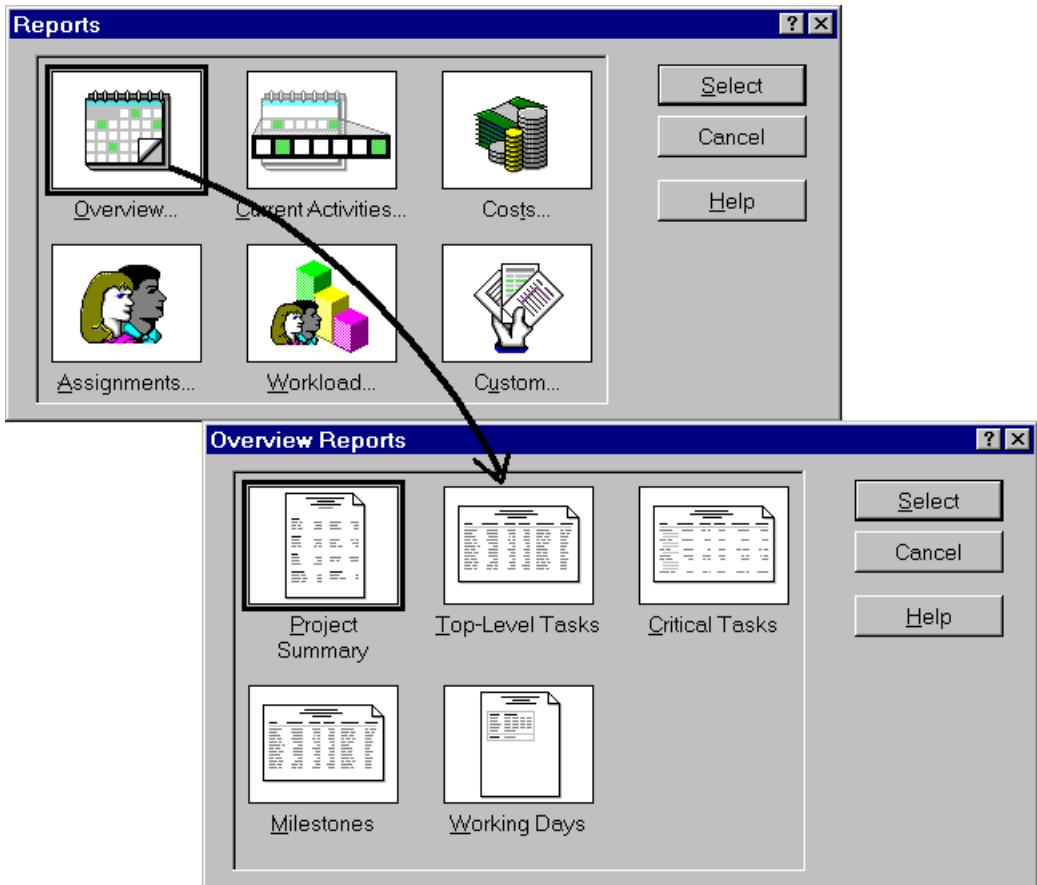

Рис.8.4.
- Выбрать тип стандартного отчета для печати (См. Рис.8.4),
- Выбрать вариант отчета (См. Рис.8.4),